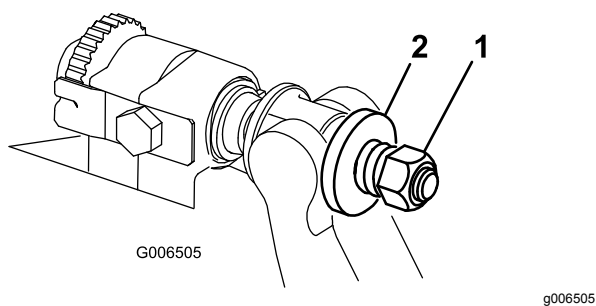

Figura 32
4. Apriete la tuerca de tensado del muelle hasta que el muelle esté comprimido del todo, luego aflójela 1/2 vuelta (Figura 32).
esté comprimido del todo, luego afloje la tuerca 1/2 vuelta (Figura 32).